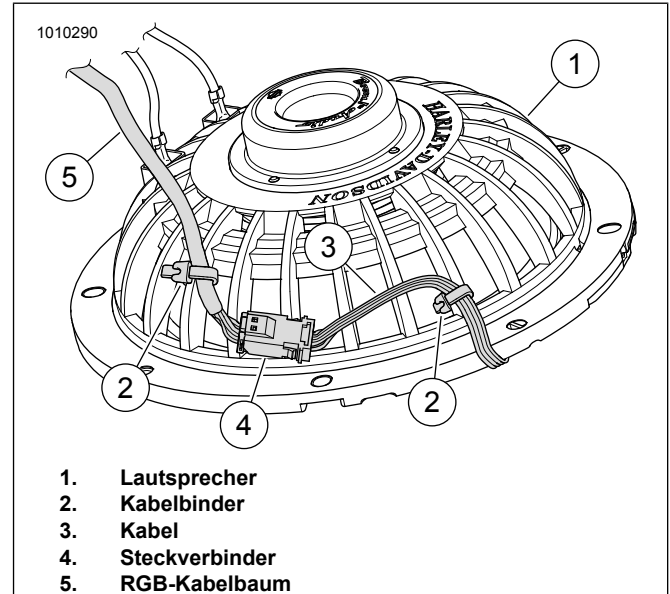

Abbildung 30. Lautsprecherrückseite, Kabel und Kabelbinder
a. Siehe Abbildung 30. Steckverbinder (4) des Lichtgenerators mit dem RGB-Kabelbaum verbinden.
b. Das Lichtgeneratorkabel (3) wie dargestellt an der Rückseite des Lautsprechers (1) entlangführen. Um den Steckverbinder (4) zu stabilisieren, das Lichtgeneratorkabel (3) und den RGB-Kabelbaum (5) wie dargestellt mit Kabelbindern (2) befestigen.